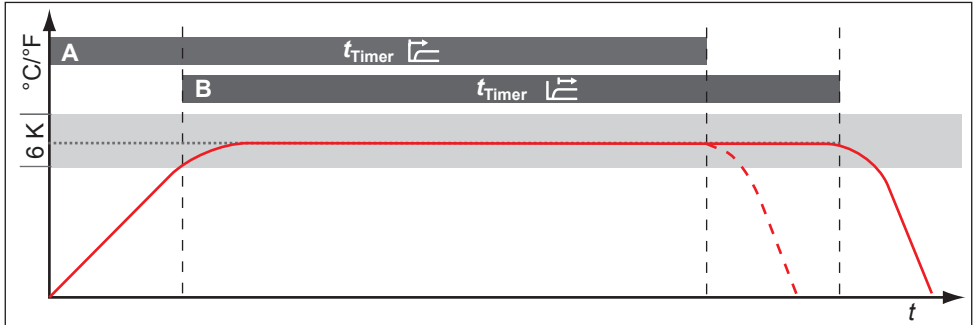

Abb. 37 Timer Mode
Hier kann eingestellt werden, ob die digitale Rückwärtsuhr mit Zielzeitangabe (Timer, siehe Seite 33) sollwertabhängig arbeiten soll oder nicht – das heißt, ob die Timerlaufzeit erst beginnen soll, wenn ein Toleranzband von  $\pm 3$  K um die Solltemperatur erreicht ist (Abb. 37, B), oder bereits unmittelbar nach dem Aktivieren des Timers (A).